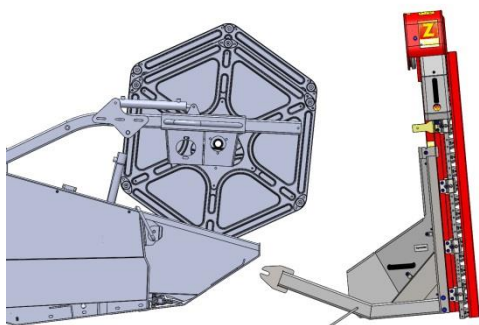
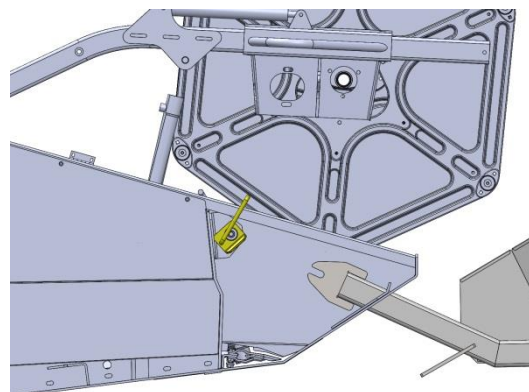

Рисунок 2
Рисунок 3
- 1.2 Установка кронштейна с делителем на жатку (Рисунок 2и Рисунок 3)